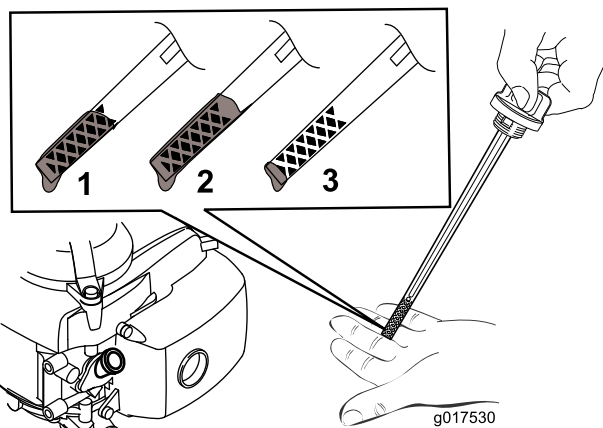

Figure 5
Remarque: Versez de l'huile dans le carter moteur jusqu'à ce que la jauge indique le niveau correct, comme montré à la Figure 5. Si vous remplissez excessivement le carter moteur, vidangez l'excédent d'huile comme expliqué sous Vidange de l'huile moteur \(page 15\).
- Retirez la jauge (Figure 5).